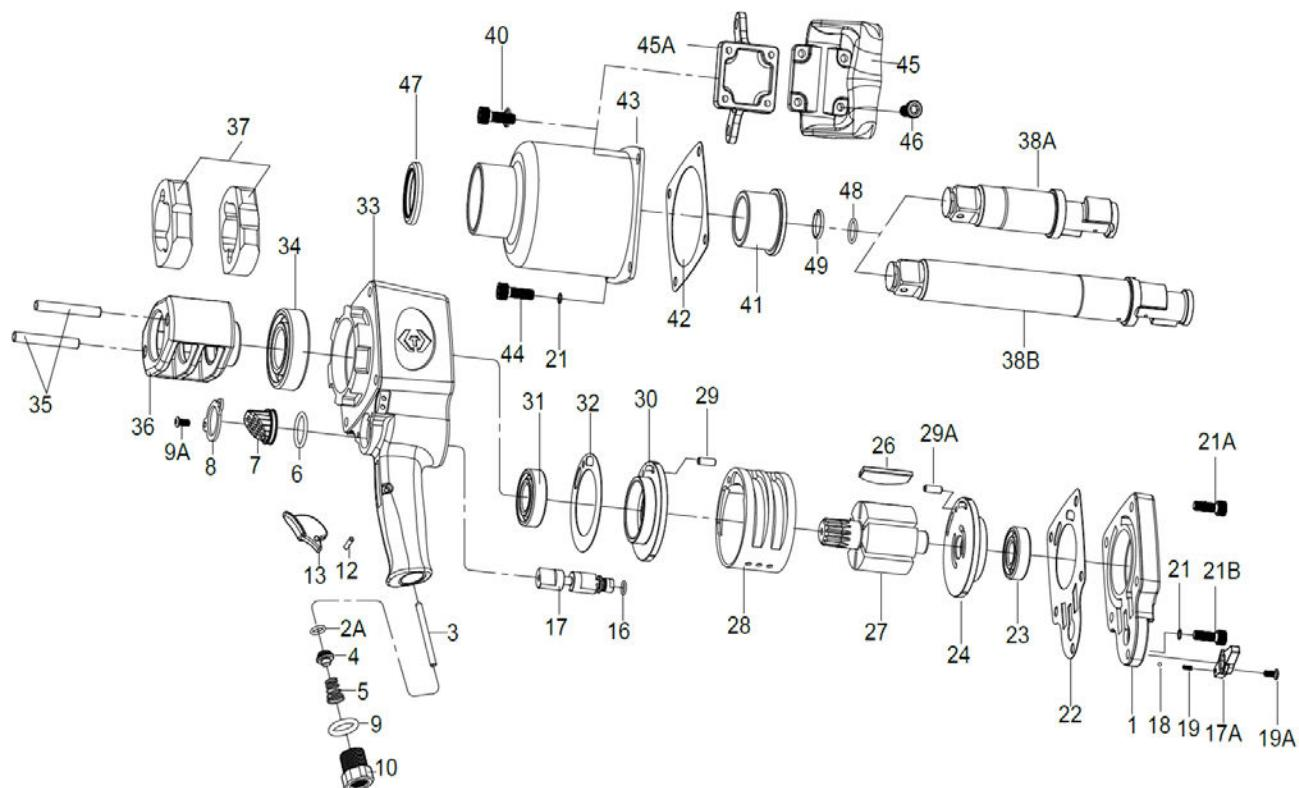

Рис. 3
- Управление гайковёртом осуществляется с использованием пускового курка (Рис. 3, п. 13), который находится под указательным пальцем. При нажатии на курок сжатый воздух поступает в рабочую полость двигателя и вращает ротор. Следует учесть, что после того как Вы отпустите курок вращение механизма будет осуществляться ещё несколько секунд. В целях безопасности, кладите гайковёрт после того как он полностью остановился.
- Регулировка усилия осуществляется вращением переключателя реверса (Рис. 3, п.17). Режимы «закручивание» (F) и «откручивание» (R) устанавливаются им же.